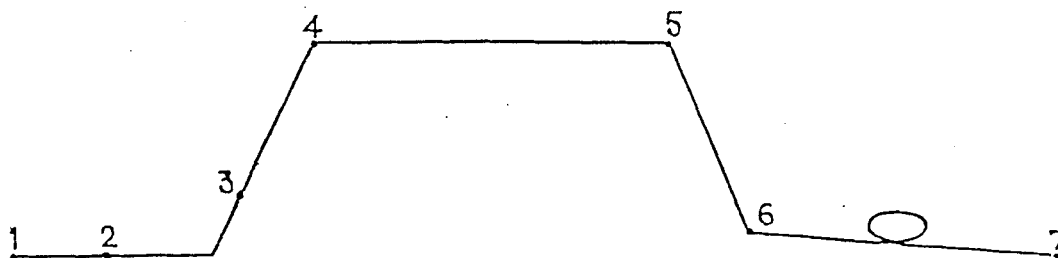

Рис. 1 Профиль полета
- 1 Изобразить схематически профиль полета, разбив его на участки и обозначив цифрами точки границ участков полета, как показано на Рис. 1.